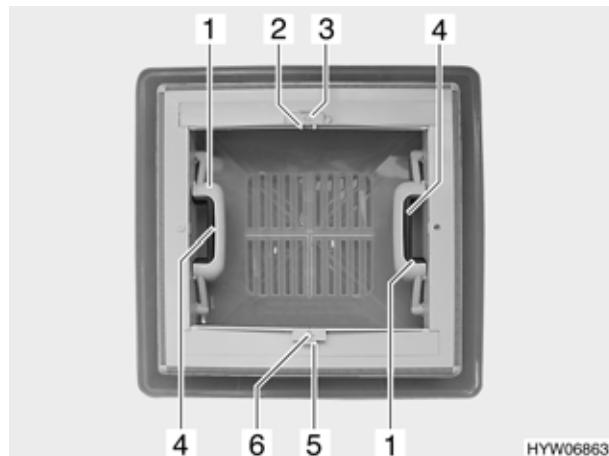

Bild 67 Dachlüfter mit Schnappverschluss
- Schnappverschluss (Bild 67,4) zur Innenseite des Dachlüfters drücken. Gleichzeitig mit dem Griff (Bild 67,1) den Dachlüfter nach oben drücken.
- Arretierung (Bild 67,5) zur Dachlüfteraußenseite drücken.
- Verdunklungsrollo am Griff (Bild 67,6) bis zum gegenüberliegenden Griff des Insekenschutzrollos (Bild 67,2) ziehen und einrasten lassen.
- Griff (Bild 67,2) zusammendrücken. Die Arretierung wird gelöst.
- Verdunklungsrollo am Griff (Bild 67,6) langsam zurückführen.
- Arretierung (Bild 67,3) zur Dachlüfteraußenseite drücken.
- Insekenschutzrollo am Griff (Bild 67,2) bis zum gegenüberliegenden Griff des Verdunklungsrollos (Bild 67,6) ziehen und einrasten lassen.
- Insekenschutzrollo am Griff (Bild 67,2) langsam zurückführen.